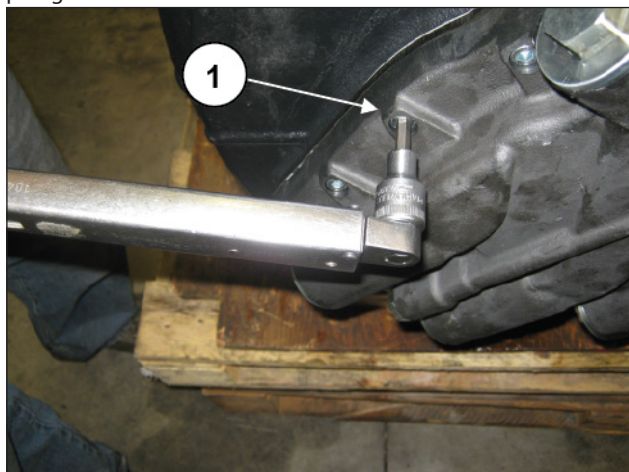

Fig. 128
Inserire l'O-ring nella sede dell'adattatore scambiatore aria olio (pos. ①, Fig. 128) verificandone il corretto posizionamento.